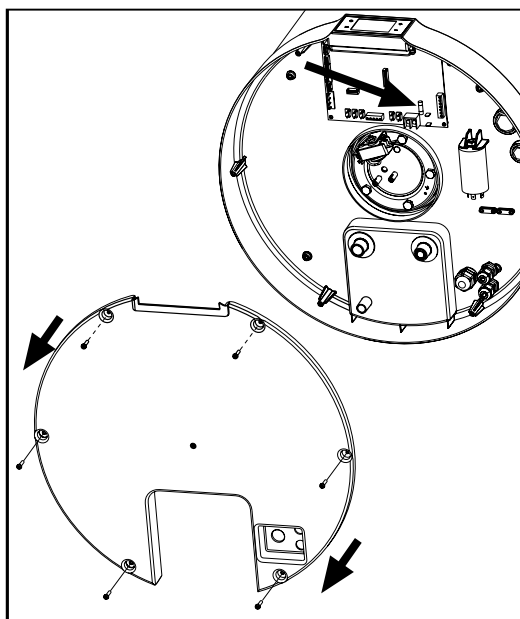

fig. 64
- Remova a tampa inferior, primeiro desparafusando os parafusos de fixação apropriados (fig. 64).